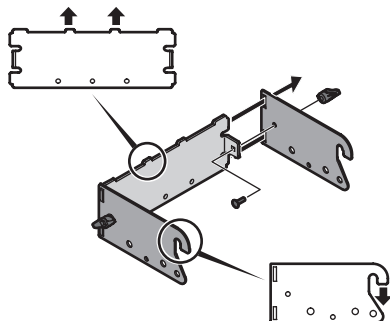

Figure 1
1. Fixez les deux supports de montage latéraux au support de montage universel (783-08129) avec deux boulons de carrosserie (710-0276) et deux écrous papillons (720-04122) du kit de quincaillerie 689-02364. Voir Figure 1.
**NOTE :** Les crochets sur les supports latéraux doivent pointer vers le bas et les languettes sur le support arrière doivent pointer vers le haut. Voir Figure 1.